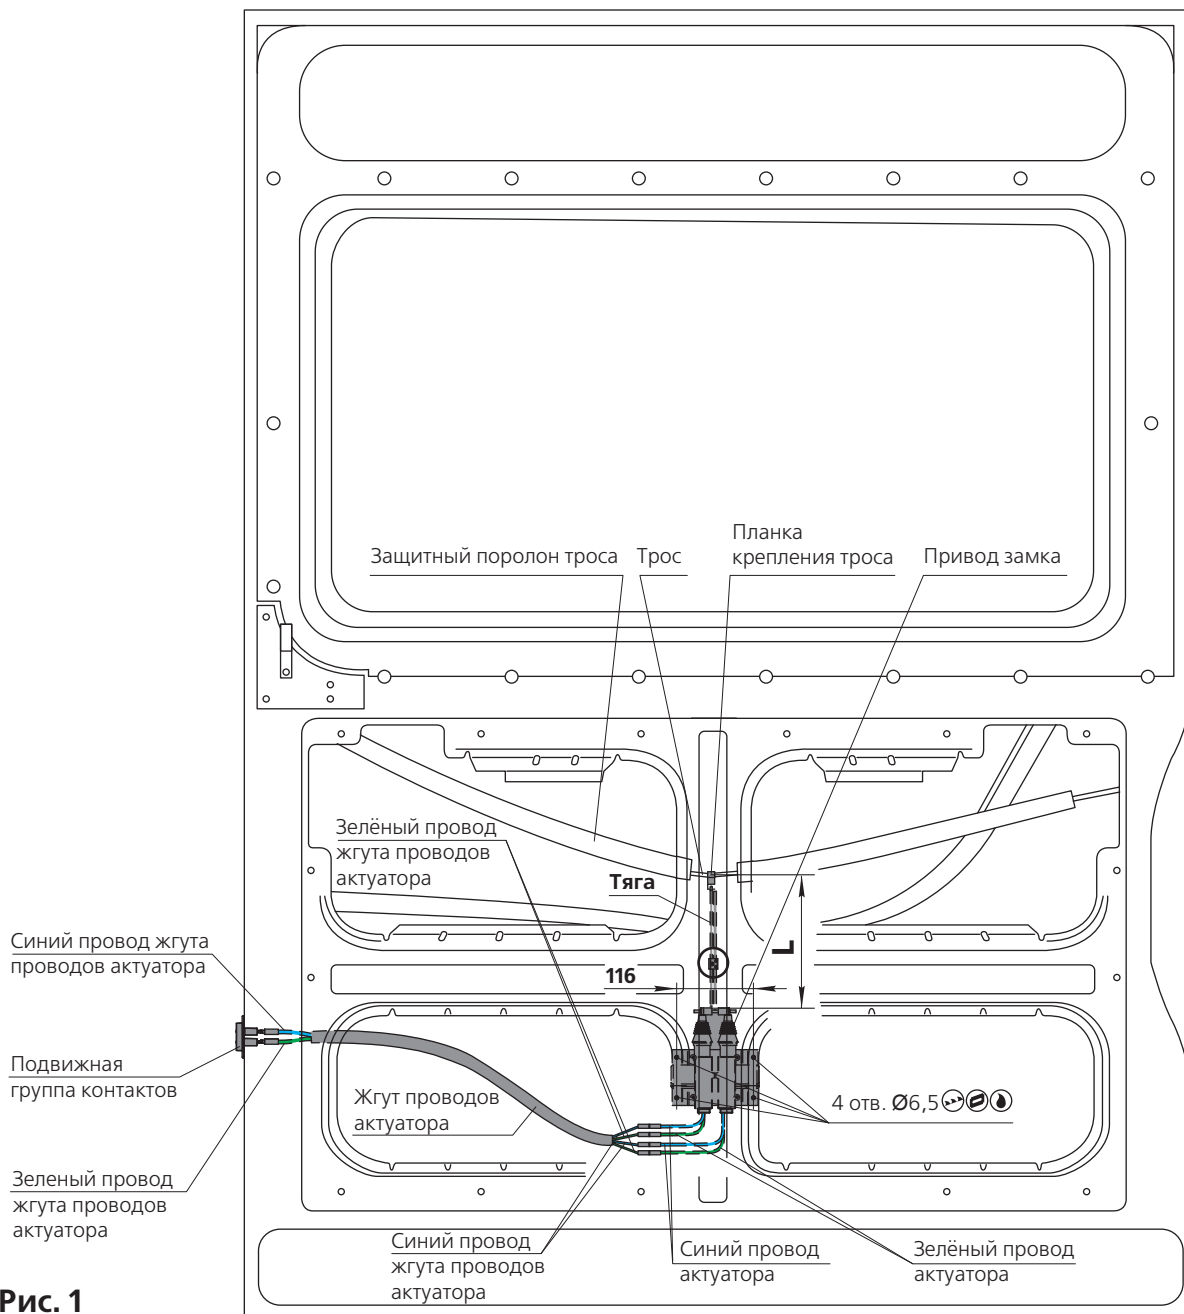

Рис. 1
2. Приложите кронштейн привода замка к месту указанному на рис. 1. Разметьте 4 отверстия.